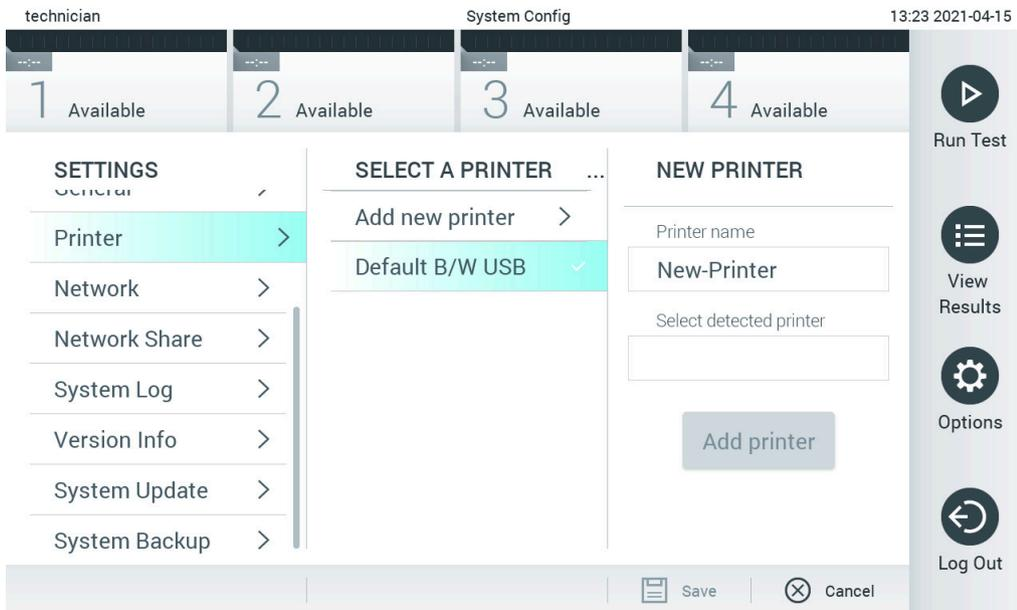

Figure 101. Installation de l'imprimante avec installation du pilote
5. Cliquez sur **Add Printer** (Ajouter une imprimante) (figure 101).